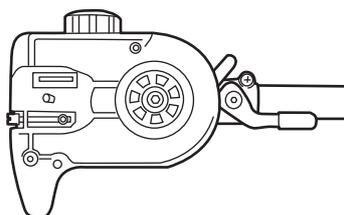

Fig. 27a
- Vérifier si l'orifice de lubrification (D14) est bouché et le nettoyer si nécessaire afin d'assurer la bonne lubrification du guide-chaîne et de la chaîne pendant le fonctionnement. Utiliser un fil souple suffisamment petit pour l'insérer dans l'orifice d'évacuation de l'huile (voir Fig. 27a).